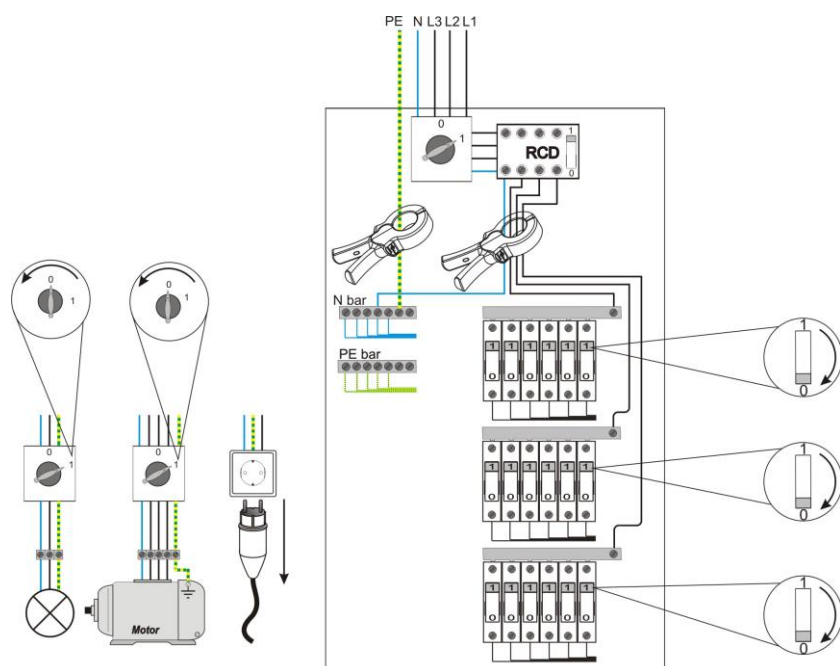

Abb. 7: Auffinden der Quelle eines zu hohen Ableitstroms – durch Abschalten
3. Falls der Ableitstrom zu hoch ist, versuchen Sie, den Fehler nachgelagert in der Anlage einzugrenzen. Dies kann geschehen durch Abtrennen einzelner Teile der Anlage, wie in Abb. 7 gezeigt – Unterverteilertafeln, Sicherungen, Schalter, Geräte usw. Wenn das fehlerhafte Teil abgetrennt wird, sinkt der Ableitstrom oder fällt auf null.